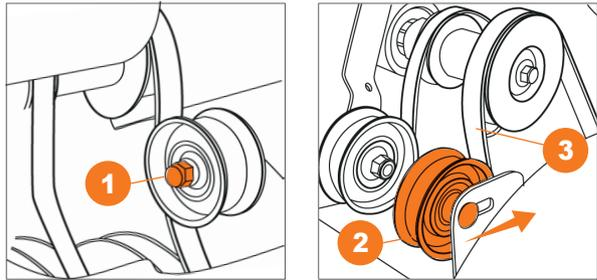

Рис. 25
- В случае если щетка не вращается или перестает вращаться под нагрузкой и регулировка натяжения троса не дает результата, необходимо произвести натяжку приводного ремня при помощи прижимного ролика (Рис. 25).
- Ослабьте гайку ①, крепления ролика натяжения ремня.
- Переместите ролик ② к ремню привода, не допуская его касания и затяните гайку.